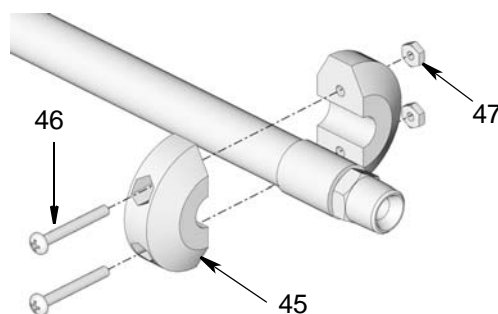

FIG. 18
du tuyau (FIG. 18).
4. Déposer la vanne de distribution, les écrous (47), les vis (46) et l'arrêt de bille (45) de l'extrémité du tuyau (FIG. 18). Mettre (au besoin) un bouchon sur l'extrémité du tuyau pour ne pas répandre du produit de pulvérisation.